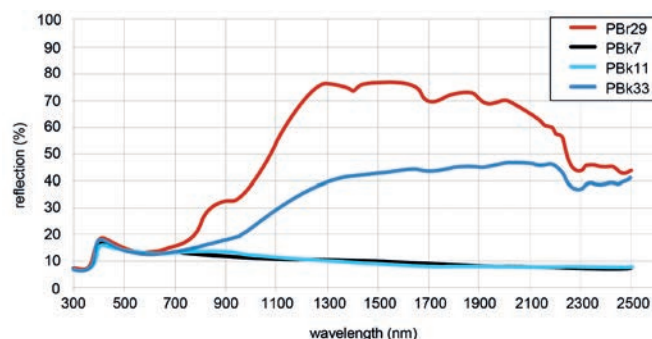

Fig. 3 Reflection curves of differently pigmented black colorants
Figure 3 shows the reflection curves (Solar spectrum AM 1.5 according to ASTM G 159-98) of the black pigmented colorants at adjusted lightness (L) value (1/3 reduction, 160 µm dry layer thickness in a semi-gloss coating applied on black-white cards).
In fig. 3 sono indicate le curve del potere riflettente (Spettro Solare AM 1,5 in base ad ASTM G 159-98) dei coloranti pigmentati di nero con valore di luminosità regolato (L) (riduzione 1/3, spessore dello strato essiccato 160 µm di un rivestimento semibrillante, applicato su schede bianche e nere). Se ci si concentra sul range NIR (700-2500 nm), un colorante contenente il pigmento nero fumo (PBk. 7) presenta un potere riflettente minimo, seguito da un colorante contenente i pigmenti PBk.11 e PBk.33. Nel confronto con i coloranti neri tradizionali, si ottiene una riflettanza considerevolmente superiore nella regione NIR dell'irraggiamento solare grazie al colorante Novapint D-803 NIR riflettente che contiene il pigmento riflettente NIR funzionale PBr.29.